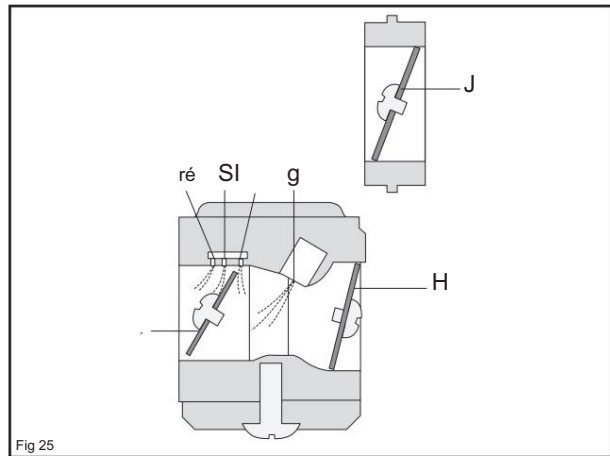

Fig 25
En mode démarrage à froid (voir figure), la vanne d'étranglement (H) est complètement fermée. Cela augmente la dépression dans le carburateur afin que le carburant soit aspiré plus facilement de tous les gicleurs du diffuseur (D, E et F). Le papillon des gaz (I) est partiellement ouvert. L'entrée d'air supplémentaire (J) est fermée. (voir figure 25)